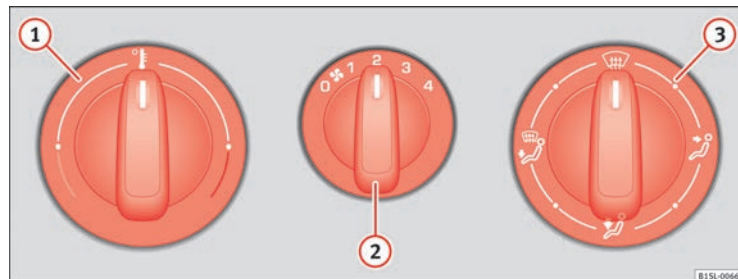
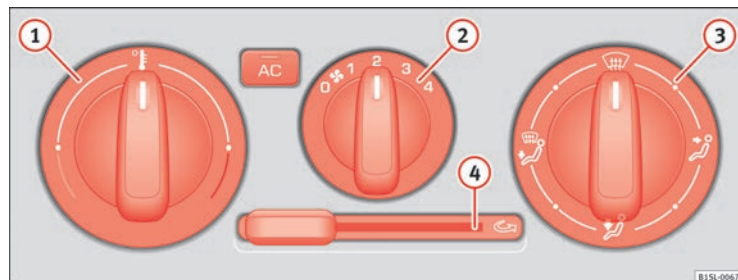

Abb. 105 Auf der Mittelkonsole: Drehregler des Heiz- und Frischluftsystems.
Abb. 106 Auf der Mittelkonsole: Bedienungselemente der Klimaanlage. ▶
Taste, Regler	Ergänzende Informationen. Heiz- und Frischluftsystem ⇒ Abb. 105 und Klimaanlage ⇒ Abb. 106 .
- Gebläse ⇒ **Abb. 105**  auf Stufe 1 oder 2 stellen.
- Temperaturregler ⇒ **Abb. 105**  auf mittlere Position stellen.
- Luftverteilungsregler ⇒ **Abb. 105**  in Defroststellung drehen.
*Einschalten:* Schieberegler ⇒ Abb. 106 **4** bis zum Anschlag nach rechts schieben.
*Ausschalten:* Schieberegler ⇒ Abb. 106 **4** bis zum Anschlag nach links schieben.